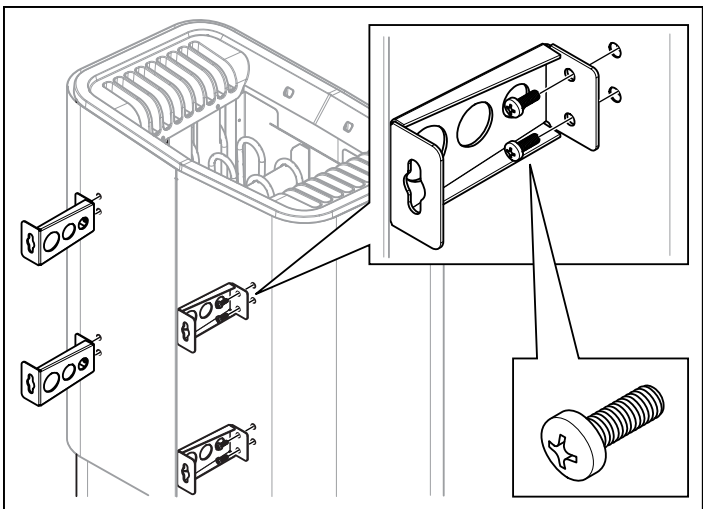

Fig. 10: Monter les supports sur le poêle
- Déposer les deux premières vis de la face arrière du poêle et visser l'un des quatre supports. Répéter l'opération jusqu'à ce que tous les supports soient en place, voir la figure 10.